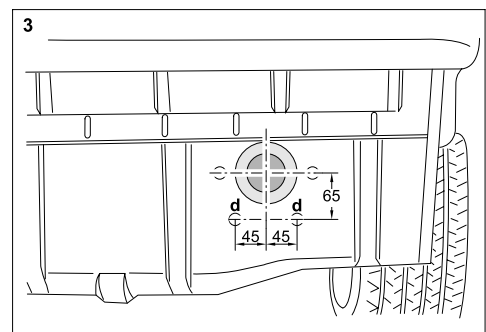

Figure 3 : Trous dans tablier AR, à droite, et bague d' étanchéité
- 6.) Marquer les trous nécessaires dans la tôle AR, au point " d ", en - dessous de l' ouverture côté droit de l'amortisseur de chocs et percer avec  $\varnothing$  14 mm ( voir figure 3 ).
- 7.) Nettoyer le tablier AR autour de l' ouverture côté droit de l' amortisseur de chocs et appliquer autour de l' ouverture la bague d' étanchéité en mousse jointe; voir figure 3.
903 095 650 001	Pièce de fixation VPE y compris figure 3